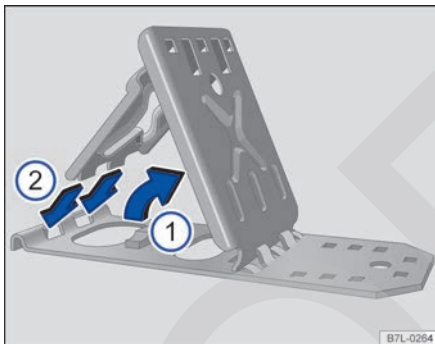

Fig. 242 Desplegar los calzos plegables.
- Levante la placa de apoyo → fig. 242 ①.
- Introduzca las dos “pestañas” de la placa de fijación en los orificios alargados de la placa soporte → fig. 242 ②.